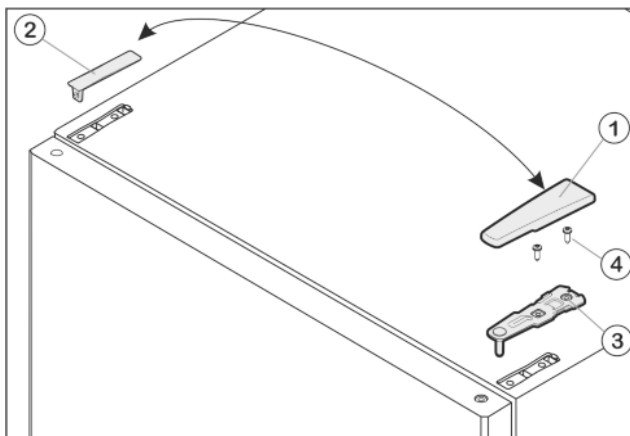

Fig. 8
- ▶ Retire hacia delante y hacia arriba la cubierta Fig. 8 (1).
- ▶ Desmonte la cubierta Fig. 8 (2).
- ▶ Desatornille el soporte de cojinete superior Fig. 8 (3) (2 Torx® 25) Fig. 8 (4) y extráigalo hacia arriba.
- ▶ Inserte el soporte de cojinete superior Fig. 8 (3) en el nuevo lado de la bisagra y en la puerta.
- ▶ Atornille el soporte de cojinete superior **(con 4 Nm) para fijarlo** (2 Torx® 25) Fig. 8 (4). Dado el caso, grabe los agujeros de tornillo o utilice un destornillador de batería.
- ▶ Coloque y encaje la cubierta Fig. 8 (1) y la cubierta Fig. 8 (2) desde fuera en el lado opuesto, respectivamente.